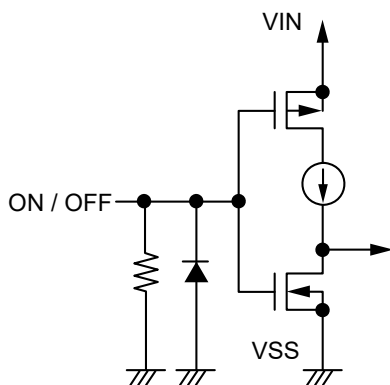

图15 S-1312xxxH系列A / C型
ON / OFF端子的结构如图15、图16所示。
*1. 将ON / OFF端子连接到VIN端子上进行工作时，S-1312xxxH系列A / C型产品的消耗电流中，流入下拉电阻中的电流量会增多，务请注意 (请参阅图15)。